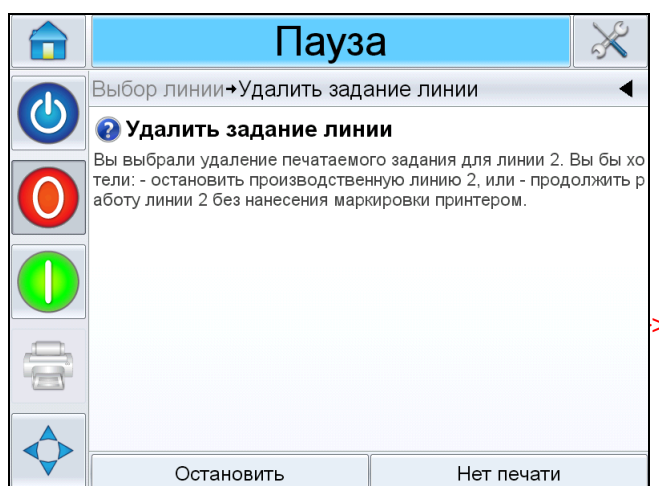

Рис. 6–33: Страница «Удалить задание линии»
4. Вновь откроется страница *Выбор линии* (см. Рис. 6–34).